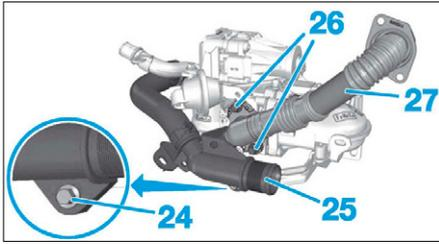

FIG. 76
- la vis (24) (**Fig.76**),
- le tube d'eau (25),
- les vis (26),
- le tube de recyclage (27),